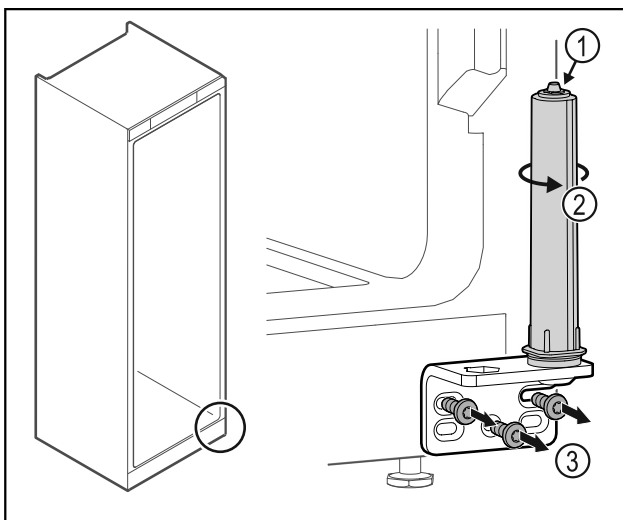

Fig. 32
▶ Älä pura oven sulkuyksikköä Fig. 32 (1).
- ▶ Kierrä sulkuyksikköä Fig. 32 (2), kunnes se naksahtaa.
- ▶ Irrota saranakulman ruuvit Fig. 32 (3).